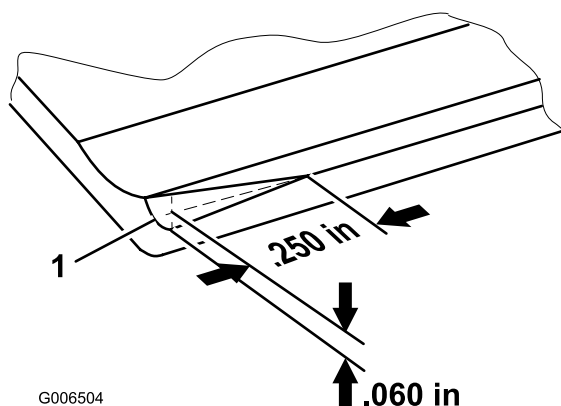

Figura 22
**Nota:** Col tempo, l'imbocco (Figura 22) dovrà essere riaffilato in quanto è stato progettato per durare il 40% della vita della controlama.